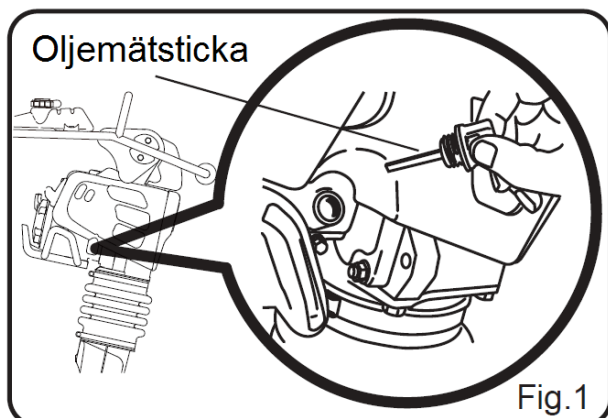

Fig.1
- För att kontrollera motoroljan, placera maskinen på ett plant underlag och luta den framåt. (Fig. 1)